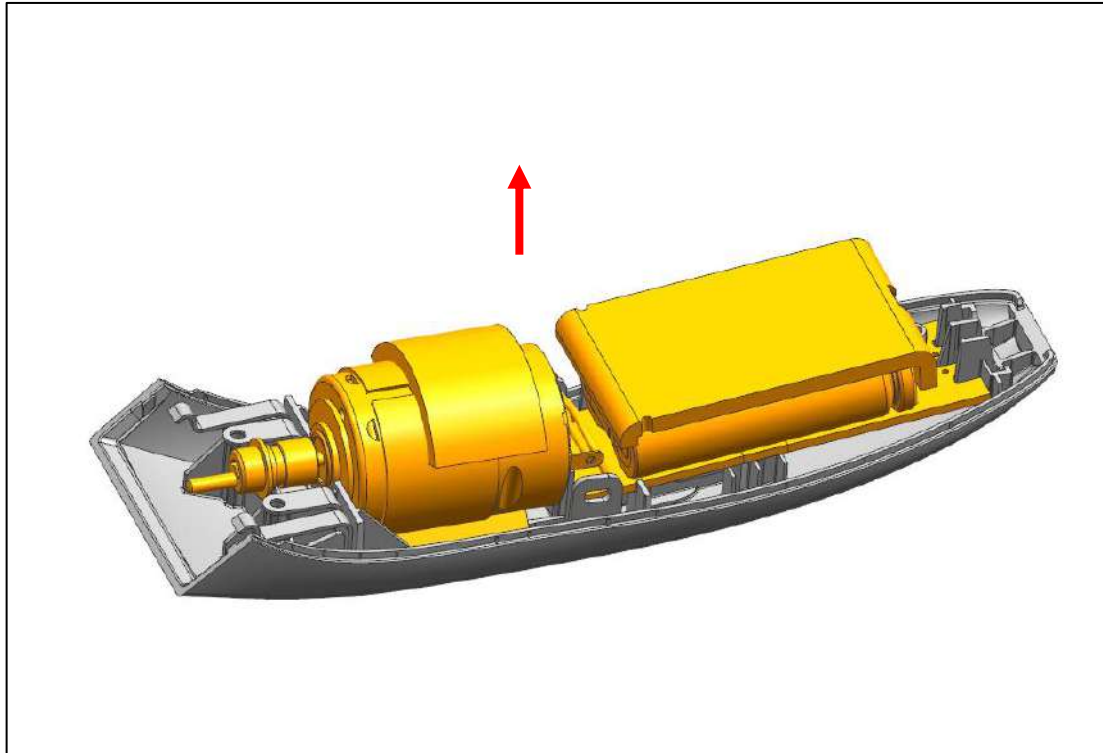

Abb. 8
- a) Entnehmen Sie die Antriebsbaugruppe (Abb. 8).